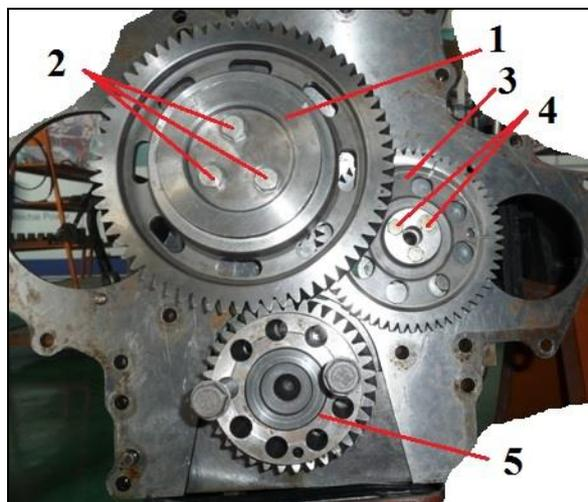

Рис. 35 Снятие приводных шестерен
2.30. Снятие приводных шестерен (см. Рис. 35)